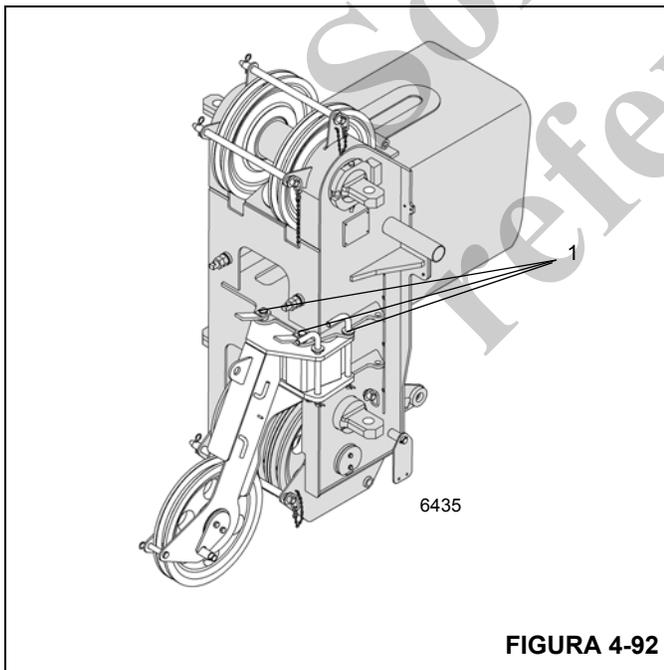

FIGURA 4-92
**En la posición de trabajo**, la punta de la pluma de polea única auxiliar está colocada delante de la cabeza de pluma principal y está fijada con tres pasadores (1) (Figura 4-92).